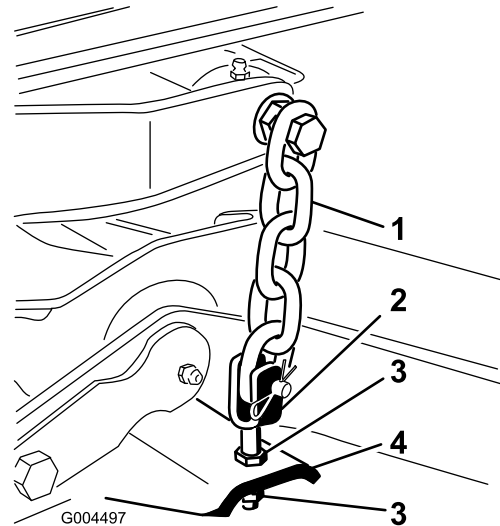

Bild 65
7. Stellen Sie die Klemmmuttern ein, mit denen die hinteren Mähwerkgabeln bzw. -ketten befestigt sind, um das Mähwerk hinten anzuheben, sodass die Messerneigung auf 8 mm eingestellt ist (Bild 65).